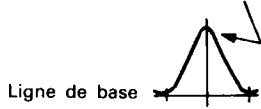

Fig. 25
- Appliquer un signal faible du généscope sur TP2. Régler T101 afin d'obtenir un gain maximum et la forme d'onde de la Fig. 25. Si le centre de la forme d'onde ne peut pas être aligné sur le marqueur, régler la balance droite/gauche.